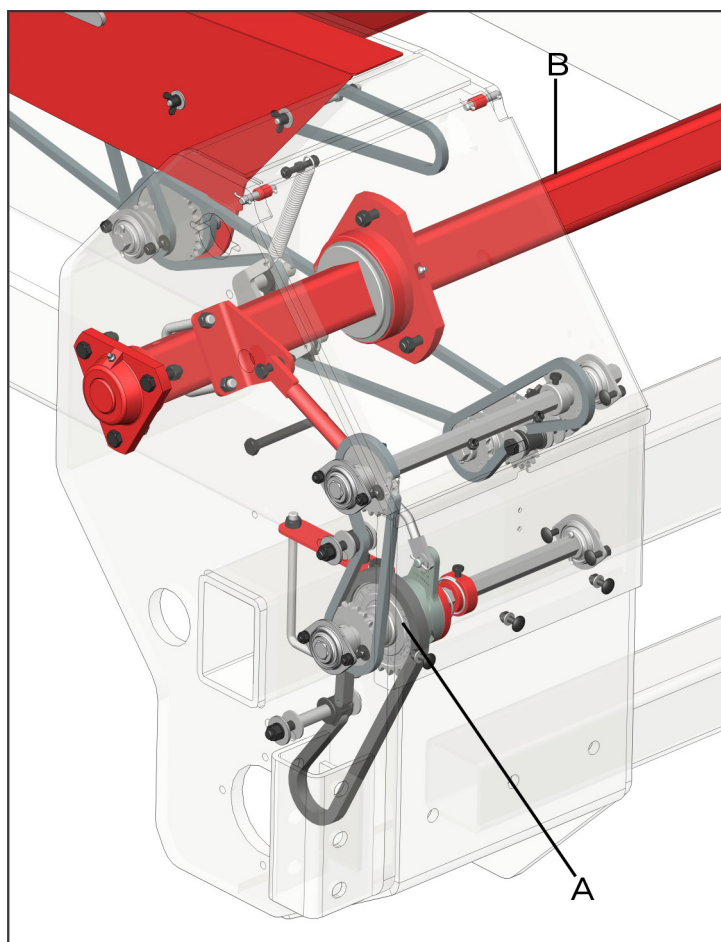

fig. 19
Las Sembradoras Abonadoras de Arrastre ARROCERA Super están equipadas con trinquetes (A) (fig. 19) situados en la transmisión intermedia. Cuando se inicia la siembra, se activa el trinquete. Cuando las líneas están suspendidas, el trinquete se apaga automáticamente por el alternador (B) (fig. 19).